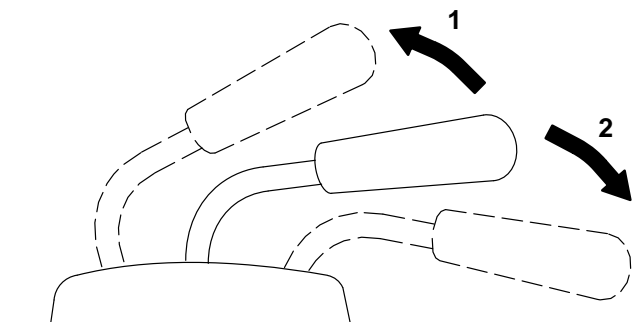

Figure 22
2. Tirer le levier de relevage vers le haut pour relever l'accessoire (Fig. 22). Ceci soulève l'accessoire et le maintient en position relevée.
2. Appuyer le levier vers le bas pour descendre l'accessoire (Fig. 22).